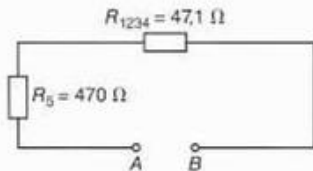

Fig. 2.28.
4. Calculamos el equivalente de las resistencias R_1 a R_4 (Fig. 2.28):